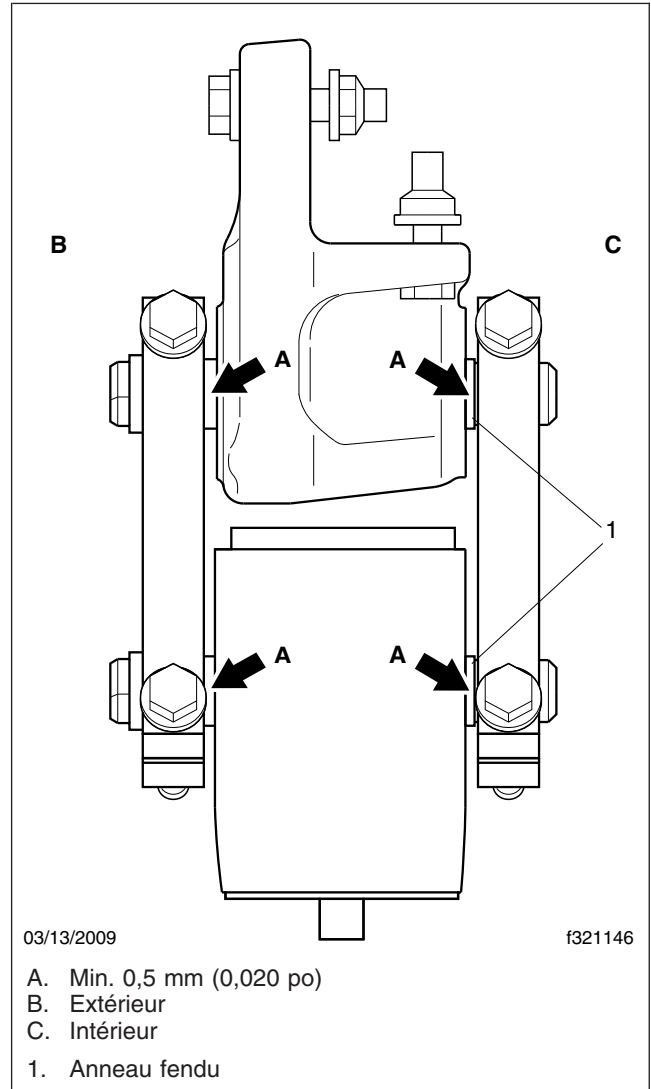

Fig. 3, Vue arrière du ressort, en regardant vers l'avant
- 17.1 À l'aide de la goupille creuse filetée, centrez la goupille creuse arrière du bas dans le support de jumelle de ressort. L'écart entre les deux côtés doit être d'au plus de 2,0 mm (0,080 po). L'écart minimal de chaque côté doit être de 0,5 mm (0,020 po). Reportez-vous à la figure 3.